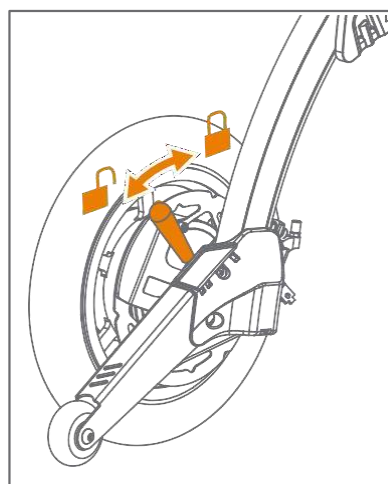

Figura 55: Colocar la rueda en modo libre.
2. Mover ambas palancas en la parte posterior del andador a la posición hacia atrás (**Figura 55**) .